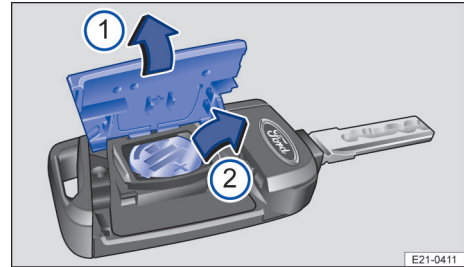
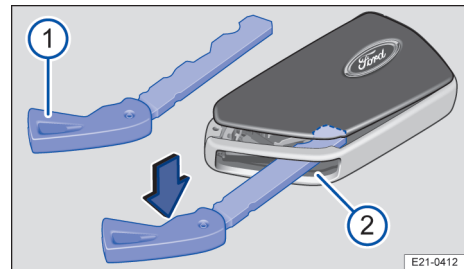

Fig. 52 Cheia cu telecomandă: înlocuirea bateriei tip buton.
Fig. 53 Cheia cu telecomandă: deschiderea capacului compartimentului bateriei.
Înlocuirea bateriei din cheia cu telecomandă se poate realiza în două moduri, în funcție de echipare → fig. 52 și → fig. 53.
2. Deschideți capacul în sus → fig. 52 ①.
3. Scoateți bateria din compartimentul bateriei ②.
4. Apăsați noua baterie cu aceleași specificații în compartimentul bateriei → ①.
2. Introduceți cheia de urgență în fantă → fig. 53 ②, apăsați în sensul săgeții și ridicați capacul.